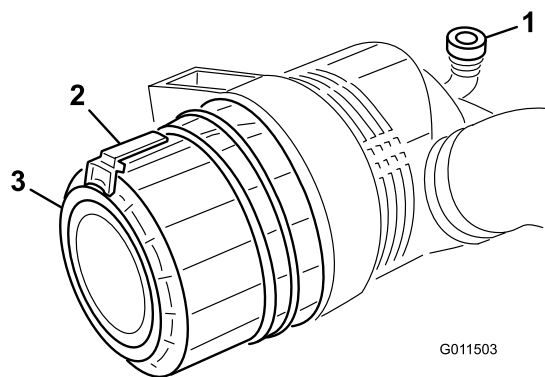

Figura 45
1. Tirate il fermo verso l'esterno e ruotate il coperchio del filtro in senso antiorario (Figura 45).